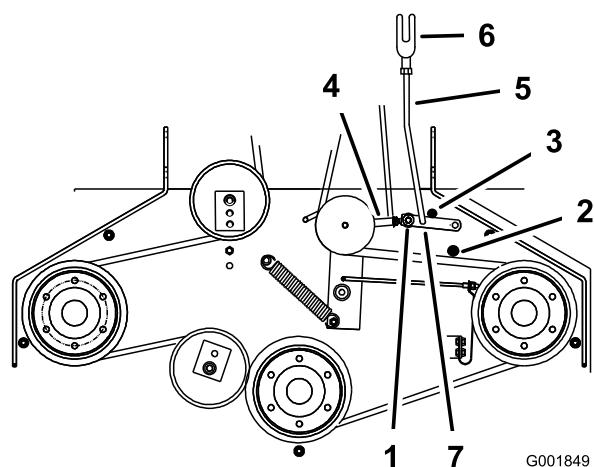

Figure 58
5. Vérifiez que le bras d'assistance est en appui contre la butée arrière sur le tablier (Figure 58).
7. Le bras d'assistance doit toucher la butée avant sur le plancher. Dans le cas contraire, réglez le levier coudé pour le rapprocher du renfort (Figure 58).
8. Pour ajuster la biellette du bras d'assistance, enlevez la goupille fendue du bras d'assistance (Figure 58).
11. Installez la biellette dans le bras d'assistance et fixez-la avec la goupille fendue (Figure 58).